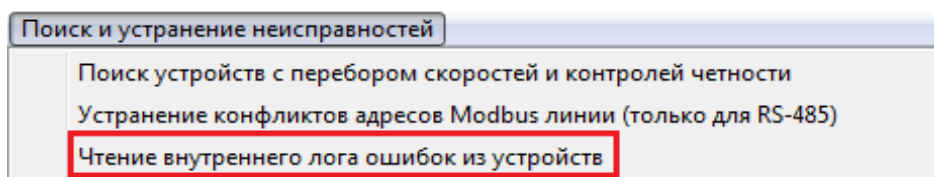

Рис.4.7 Опция «Чтение внутреннего лога ошибок из устройств»
2. Активировать опцию «Чтение внутреннего лога ошибок из устройств» (Рис.4.7).